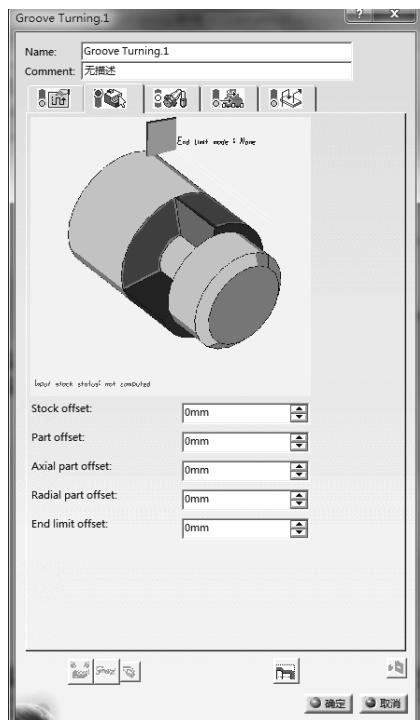

图 6-54 “Groove Turning.1”对话框 (1)
在特征树中选择“Profile Finish Turning.1”，选择下拉菜单“插入”→“Machining Operations”→“Groove Turning”命令，或者单击“Machining Operations”工具栏上的 Groove Turning operation 按钮, 弹出“Groove Turning.1”对话框 (1)，如图 6-54 所示。